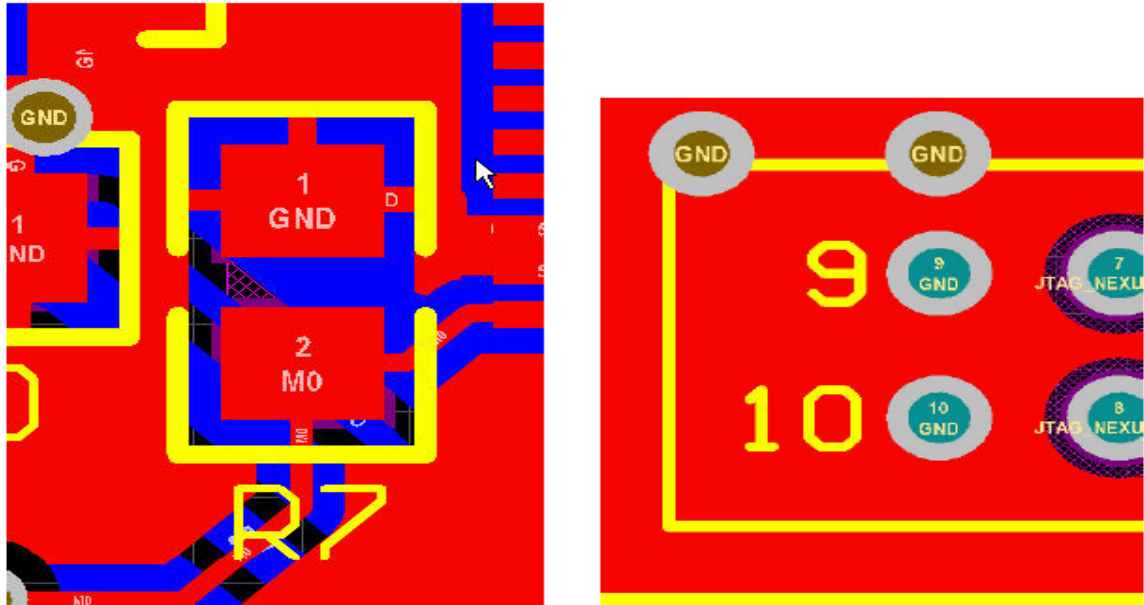

图 74 做好规则设置后的铺铜效果
4. 设置规则后，确定保存，然后推出，执行 **Repour all polygons** 重新铺铜。重新铺铜后的效果如下图 74 所示。过孔为直接连接，其他 SMD 封装为热焊盘连接。